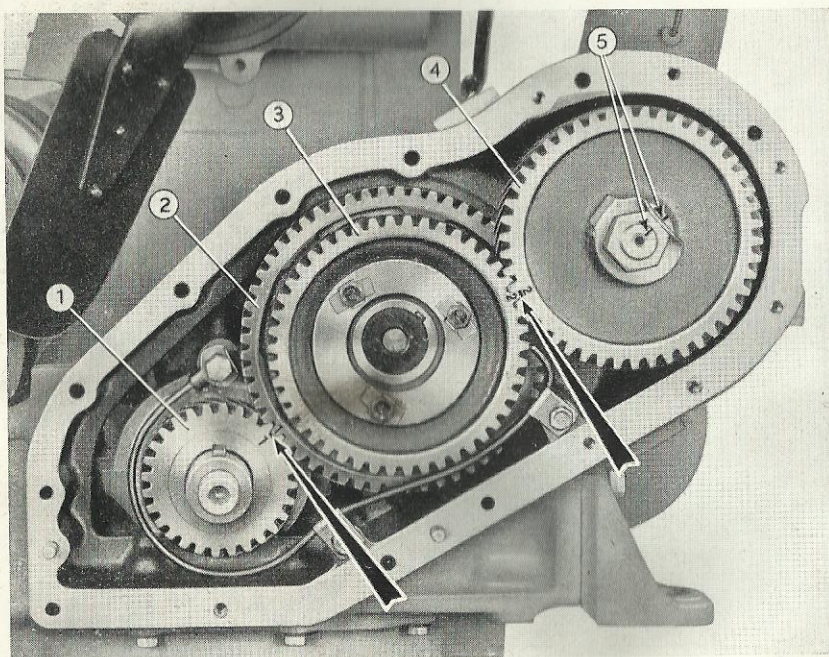

Fig. 24. - Repères de calage de la distribution.
- b) Calage.** - Monter les pignons de commande en ayant soin que tous les repères coïncident, comme montré fig. 24. Après le remontage, il sera bon d'effectuer une vérification selon ce qu'on a dit au point a).